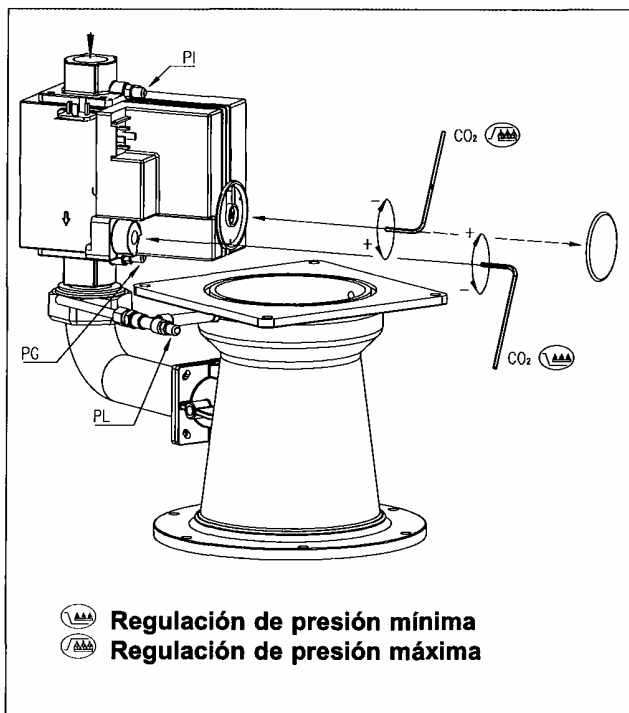

Fig.22 Puntos de reglaje de la válvula de gas multiblock
- Verifique la presión de entrada del gas (PI) (véase fig.22)
Tenga en cuenta de que es necesario también medir los niveles de O₂ en los gases de combustión, dado que una medición directa del CO₂ puede conllevar inexactitudes debido a los niveles cambiantes de CO₂ en el gas natural. Conecte el medidor de presión del gas entre el punto de medida PG que se encuentra en la cara inferior de la válvula de gas multiblock y el punto de medida PL ((véase fig.22) asegurándose de que las conexiones son estancas al gas.